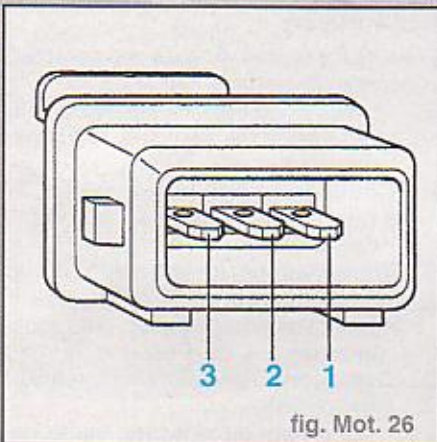

fig. Mot. 26
- Mesurer la résistance entre les contacts 1 + 2 de la fiche (fig. Mot. 26).